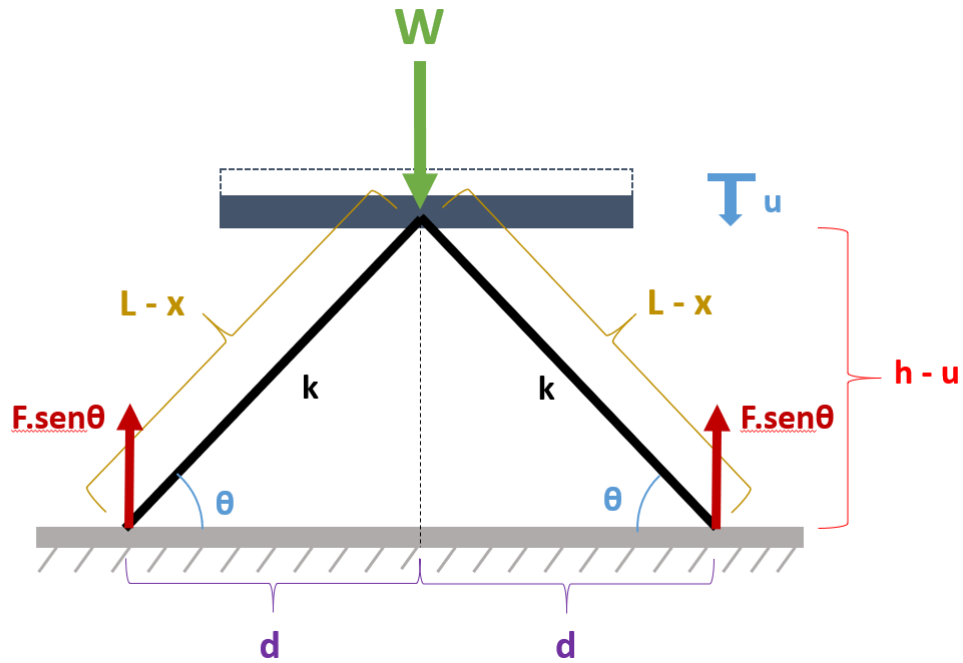

Figura 2: DCL com o deslocamento aplicado e o surgimento das forças.
Utilizando o diagrama fornecido pelo enunciado, podemos aplicar o deslocamento provocado pela força peso (W) e observar o aparecimento de uma reação devido a compressão da mola ($F = F_{el}$) bem como a diminuição de algumas dimensões, como o tamanho da mola (L) e a altura da suspensão (h). Colocamos todas essas informações na Figura 2, com a força elástica já decomposta no sentido mais interessante para o estudo.